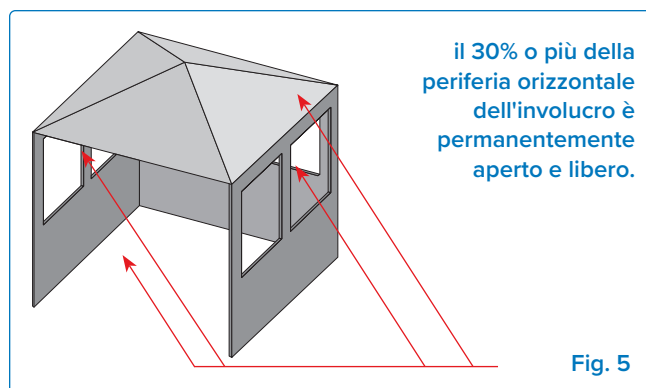

Fig. 5
- Un apparecchio è considerato all'aperto se è installato in un riparo con tre pareti laterali e una copertura superiore, purché il 30% o più della periferia orizzontale della copertura sia permanentemente aperta. **(Fig. 4 e Fig. 5).**